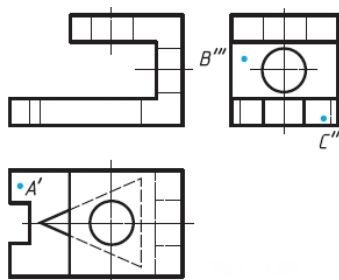

Рис. 17. Чертеж детали в проекциях
2. Пользуясь тремя видами детали (рис. 17), построить фронтальный разрез. Нанести на чертеже недостающие проекции точек: